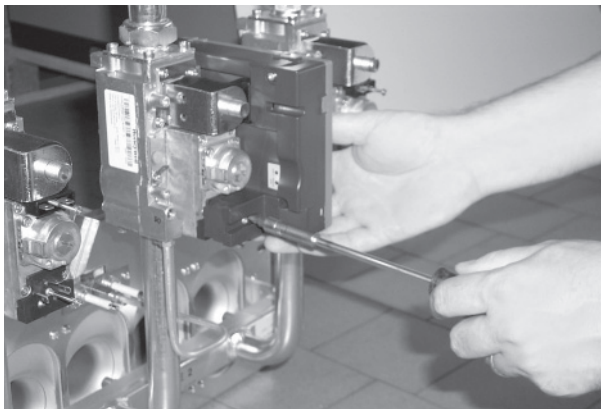

fig. 12
- Desenroscar los dos tornillos que fijan las centralitas electrónicas de control de la llama a la válvula de gas (fig. 12) y desmontarlas de las válvulas gas (fig. 13).